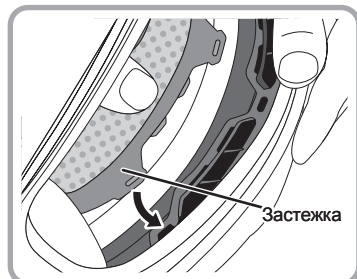

Рис. 1
1. Пристегните застежку в височных областях, как показано на рис. 1.